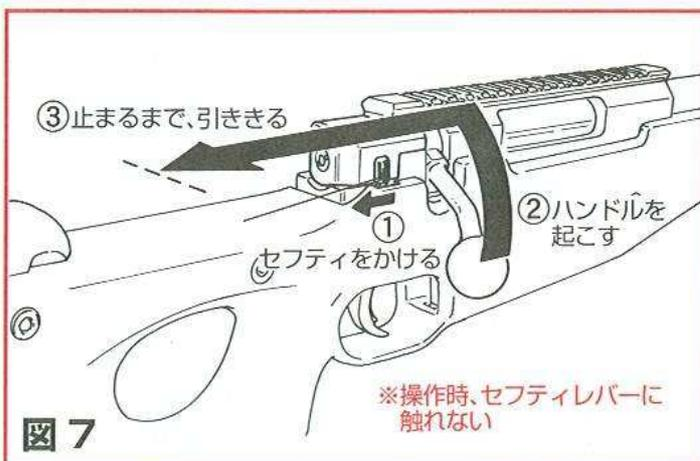
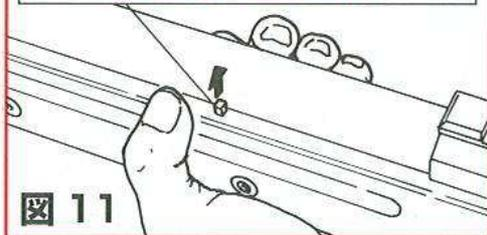

図 7
図 11
※コッキング操作時(図7・8 参照)、マニュアルセフティに手等が触れてしまいますと、誤って操作される場合があります。充分ご注意ください。
この銃にはコッキング操作(図7・8 参照)と連動したインナーセフティを備えています。ハンドルが下がっている(図3 の状態)時のみ解除され、そのポジション以外(：コッキング操作中等)は自動でかかり、トリガーをロックします。
- ① まずセフティがかかっていることを確認してください。
- ② マガジン着脱口の下に手を置いてから、マガジンキャッチをマガジン側に引いてください。
- ③ 抜け落ちるマガジンを落下させないように、手で受け止めてください。
⚠残弾警告①(マガジンをはずす時)：実物同様に、この銃は構造上、銃のチャンバー(発射直前のBB弾を保持するバレル基部 ⇒図2 参照)内にBB弾を送る動作：コッキング(⇒図7・8 参照)をした後にマガジンをはずした場合、銃チャンバー内に必ず残弾したままになり、大変危険です。続けて撃たない時はただちに5.発射を終える時の処理に従い、銃内にBB弾の無い安全な状態にしてください。マガジンがついていない、もしくはエンプティーインジケーター(図11 参照)が突き出ているというだけで、その銃内にBB弾がないだろうとは絶対に判断しないでください。
<コッキング操作> ⇒図7・8参照
<エンプティーンジケーター> ⇒図11参照
3. ⚠ 残弾警告②(コッキング後)：実物同様、この銃は構造上、銃のチャンバー(発射直前のBB弾を保持するバレル基部⇒図2 参照)内にBB弾を送る操作：コッキング(⇒図7・8 参照)をした後にマガジンをはずした場合等、銃チャンバー内に必ず残弾したままになり、大変危険です。このまま放置すると次操作時残弾を忘れて発射してしまう可能性があります。続けて撃たない時はただちに 5. 発射を終える時の処理 に従い、銃内にBB弾の無い安全な状態にしてください。マガジンがついていない、もしくはエンプティージャー(図11 参照)が突き出ているというだけで、その銃内にBB弾がないだろうとは絶対に判断しないでください。(2.マガジンの使い方の ⚠ 残弾警告① も参照)
⚠ 残弾警告③(発射を終える時は必ず確認を)：実物同様、この銃は構造上、銃のチャンパー(発射直前のBB弾を保持するバレル基部 ⇒図2 参照)内にBB弾を送る動作：コッキング(⇒図7・8 参照)をした後にマガジンをはずした場合、銃チャンパー内に必ず残弾したままになり、大変危険です。このまま放置すると次操作時残弾を忘れて発射してしまう可能性があります。続けて撃たない時はただちに 上記 5.発射を終える時の処理 を行い、銃内にBB弾の無い安全な状態にしてください。エンプティージャーが飛び出している、もしくはマガジンがついていないというだけで、その銃内にBB弾がないだろうとは絶対に判断しないでください。2.マガジンの使い方の ⚠残弾警告① と 3.発射の ⚠残弾警告② も参照)